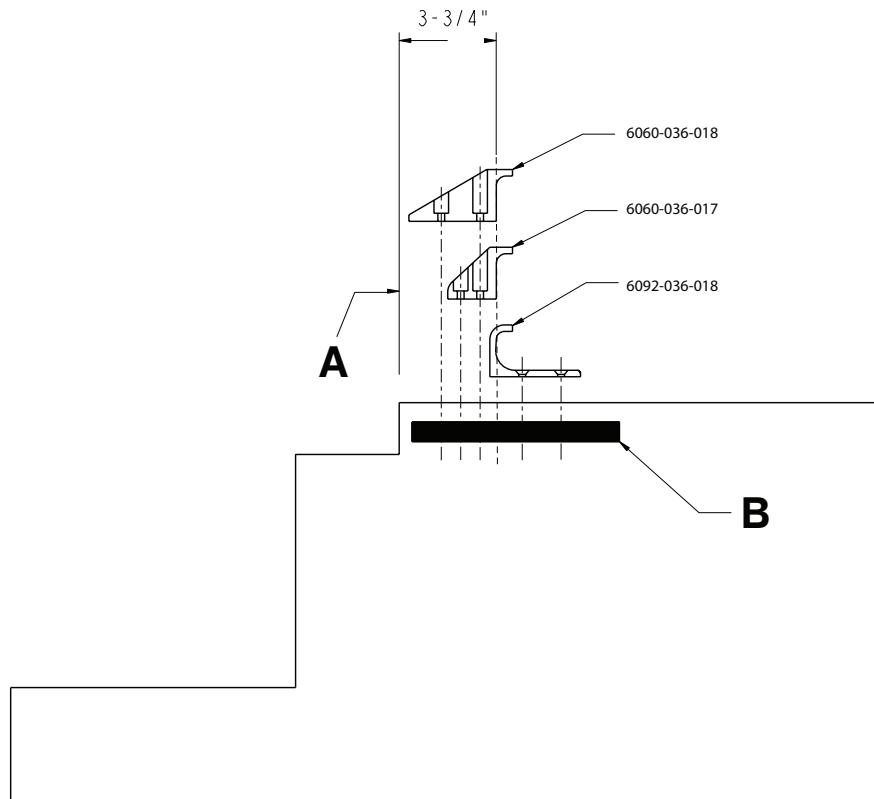

Abbildung 5 – Anbringen des Fahrzeugsicherheitshakens
2. Den Fahrzeugsicherheitshaken mindestens 3-3/4 Zoll (9,5 cm) vom vorderen Rand der Türschwelle (A) entfernt positionieren) (Abbildung 5). Der empfohlene Abstand von der vorderen Fläche des Sicherheitshakens beträgt mindestens 3-3/4 Zoll (9,5 cm).